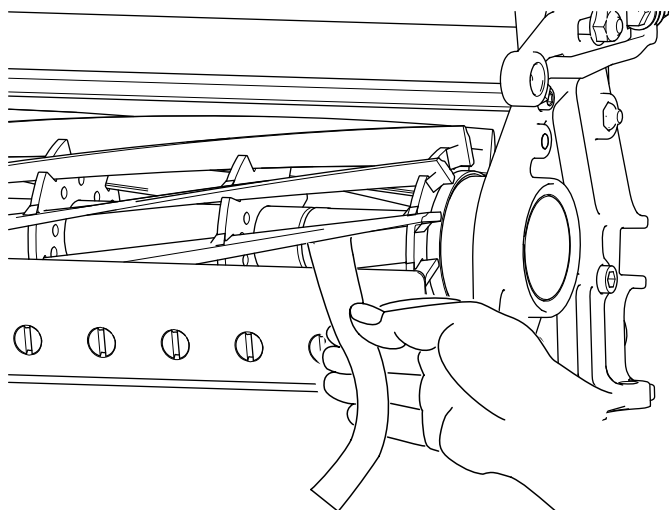

Figura 8
- B. Insira uma fita comprida de papel de desempenho de corte (Peça Toro N.º 125-5610) entre o cilindro e a lâmina de corte, perpendicular à lâmina de corte (Figura 8) e, em seguida, rode **lentamente** o cilindro para a frente; deve cortar o papel; caso contrário, repita os passos **A** e **B** até que o faça.
11. Insira uma fita comprida de papel de desempenho de corte (Peça Toro N.º 125-5610) entre o cilindro e a lâmina de corte, perpendicular à lâmina de corte (**Figura 8**) e, em seguida, rode **lentamente** o cilindro para a frente; deve cortar o papel; caso contrário, rode cada parafuso de ajuste da barra de apoio no sentido dos ponteiros do relógio 1 clique e repita este passo até que corte o papel.